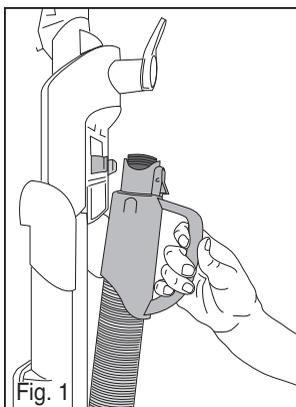
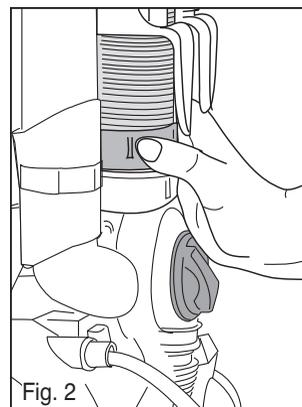

Fig. 1
Fig. 2
- Jale la agarradera para liberar la manguera (Fig. 1).
- Agarre el collarín y hágalo girar para que se suelte. Retire la manguera del cuerpo de la aspiradora (Fig. 2). Flexione la manguera para aflojar el bloqueo.
- Para volver a instalar la manguera, alinee las lengüetas con las ranuras y colóquela en la base (Fig. 6). Gire el collarín para asegurarlo (Fig. 2). Vuelva a introducir el tubo completamente en la manguera; encájelo en el broche de la parte superior hasta que suene un clic (Fig. 1).